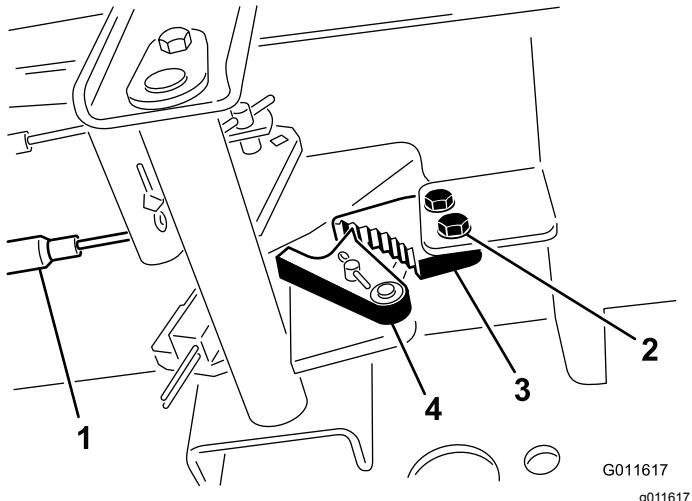

Рисунок 44
1. Ослабьте два винта крепления защелки стояночного тормоза к раме (Рисунок 44).
2. Нажмайте педаль тормоза вперед, пока углубление тормоза не войдет полностью в зацепление с защелкой тормоза (Рисунок 44).